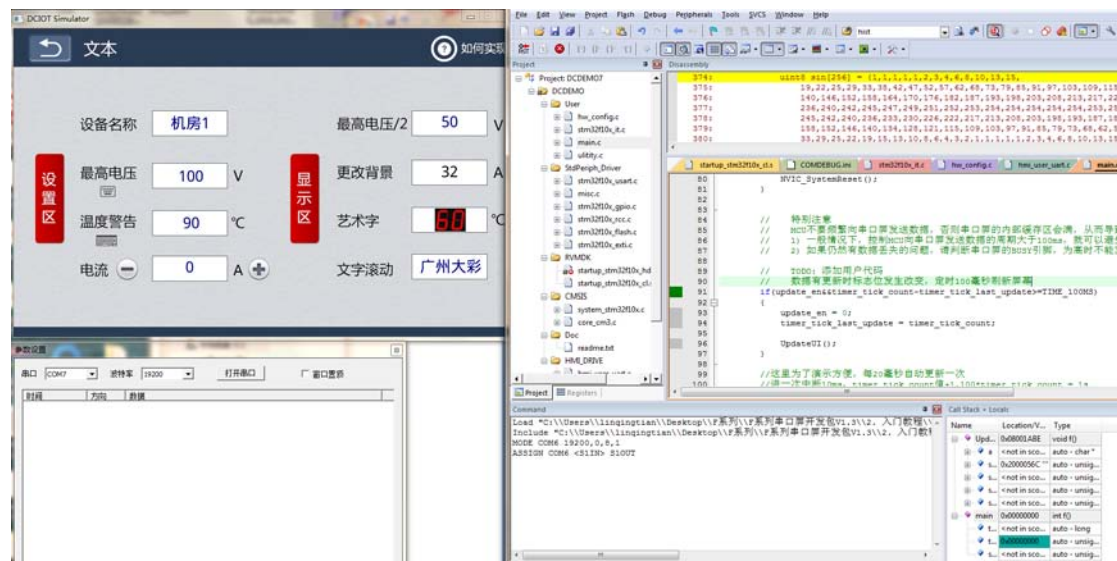
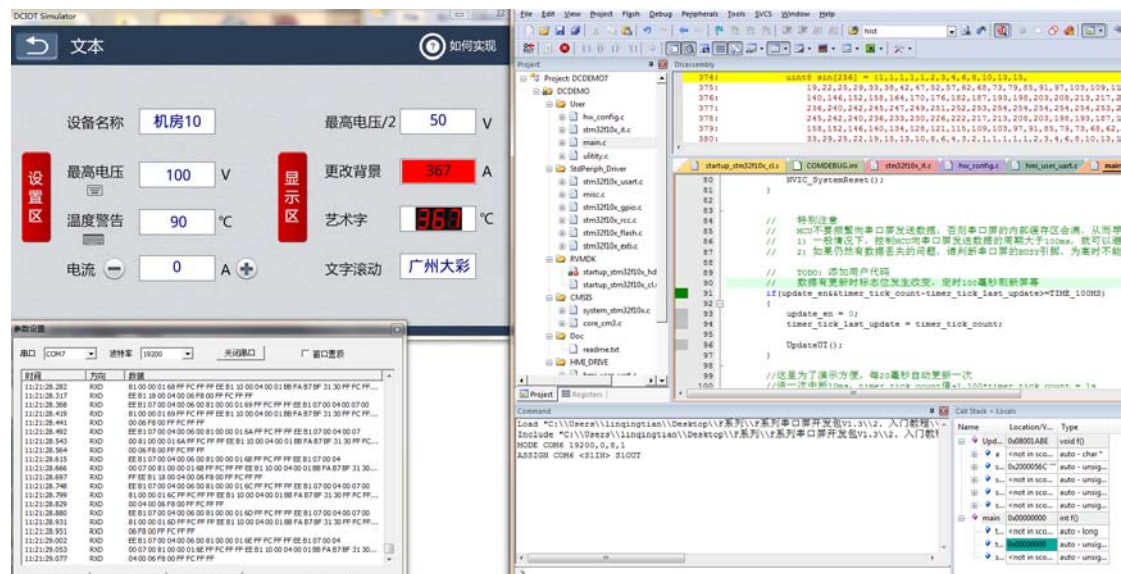

图 4-20 未通讯状态
图 4-21 通讯中
3. 开始全速运行程序后, 效果如图 4-20 和图 4-21 所示。